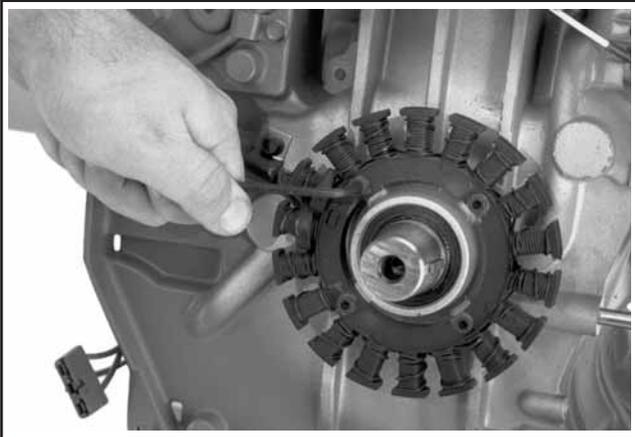

Figura 9-40. Retirar o Estator.
2. Retire o parafuso de flange hexagonal e o grampo que fixa os cabos do estator ao cárter. Consulte a Figura 9-40.